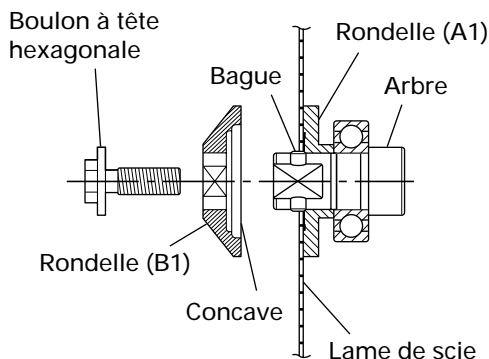

Fig. 20
2. Montage de la lame de scie (Fig. 20)